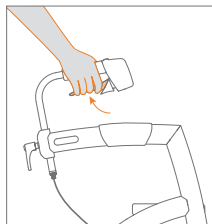

Figure 20: Freinage.
- b. Vous voulez freiner ? Serrez les freins à main (**Figure 20**).